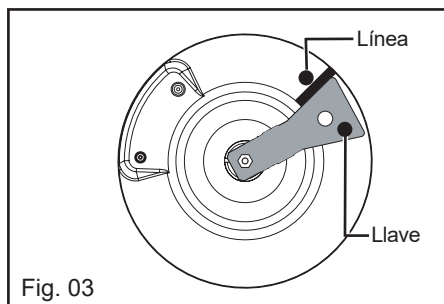

Fig. 03
- Gire la llave en el sentido de las agujas de un reloj hasta que la línea aparezca al otro lado (Fig. 03).